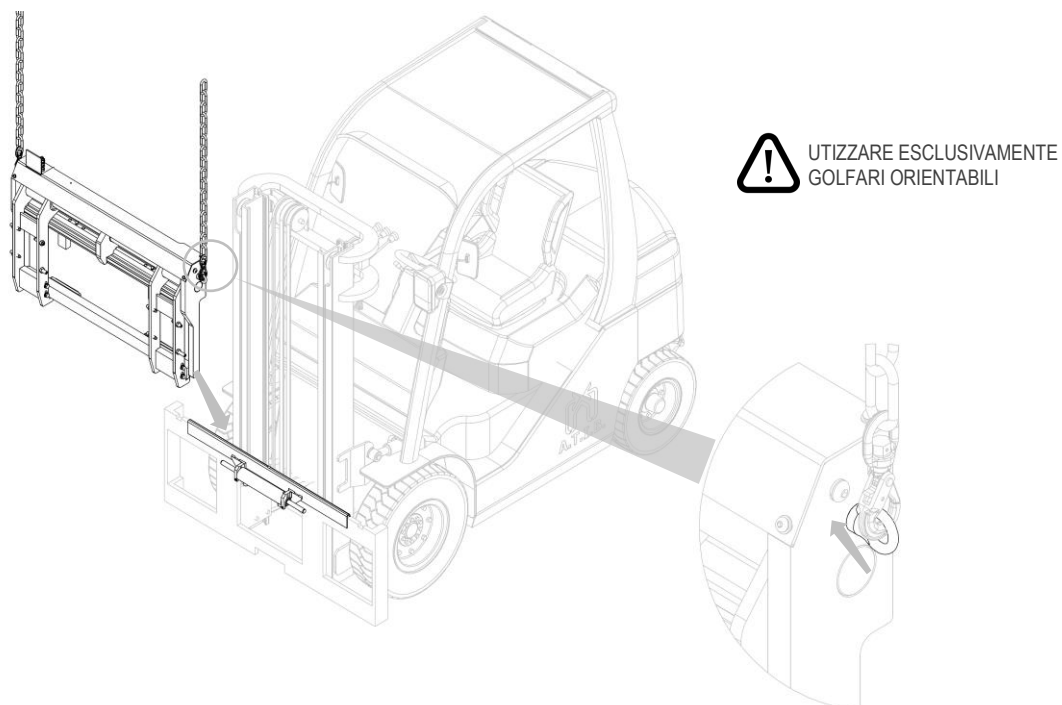

Figura 4
6. Per la movimentazione devono essere usati esclusivamente golfari orientabili, i quali vanno avvitati negli appositi fori laterali (vedi dettaglio *Figura 4*).
7. Agganciare quindi l'attrezzatura dai golfari e con un carroponete o un paranco di portata sufficiente posizionarla sul doppio gancio, avendo cura di posizionarla in modo corretto (vedi *Figura 4*).